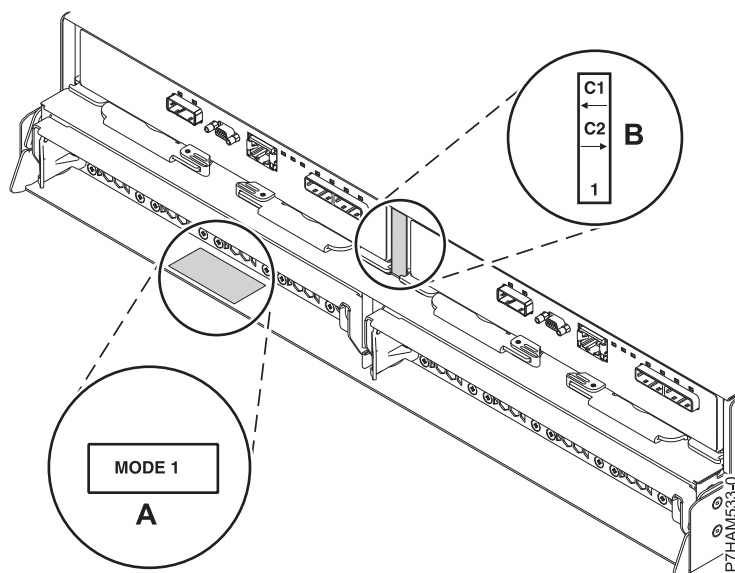

図 35. 5887 ディスク・ドライブ・エンクロージャーの背面のモード・ステッカーの位置
1. 5887 ディスク・ドライブ・エンクロージャーの背面のステッカーに印刷されている情報を使用して、工場出荷時に設定されたエンクロージャーのモードを確認します。ステッカーは、シャーシ (A) の下方左側のシェルフ、およびエンクロージャー・サービス・マネージャー・モジュール (B) の間にある中央の支えに貼られています。ステッカーは、エンクロージャーがモード 1、モード 2、またはモード 4のいずれに設定されているかを示しています。詳しくは、図 35を参照してください。